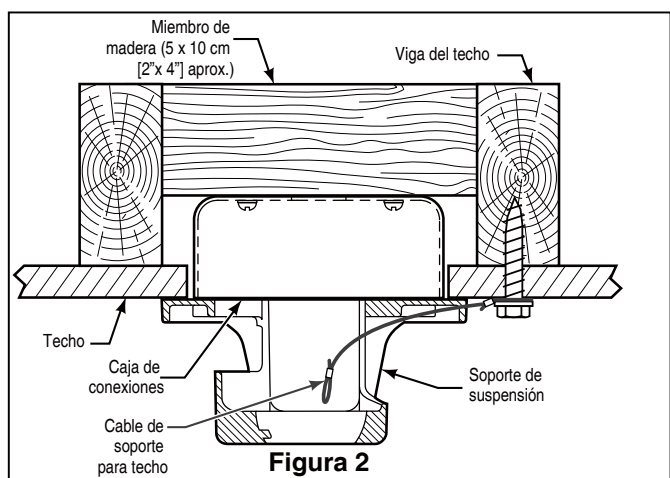

Figura 2
1. Perfore un orificio de 1/4" en la estructura del edificio para evitar grietas con la instalación del tornillo de intervalo. Utilice el tornillo de intervalo de 3/8"x 2" y la arandela plana para fijar el cable de seguridad a la viga del techo o a la estructura de madera. Dicho tornillo pasará a través de arandela plana, la presilla del cable de seguridad y se fijará en la estructura del edificio. (Figura 2)
**NOTA:** el cable de soporte para techo no se puede asegurar solamente a la caja de conexiones; se debe asegurar directamente a la viga de techo o miembro estructural con el tornillo de cabeza cuadrada de 3/8"x2" y la arandela plana. (Figura 2)